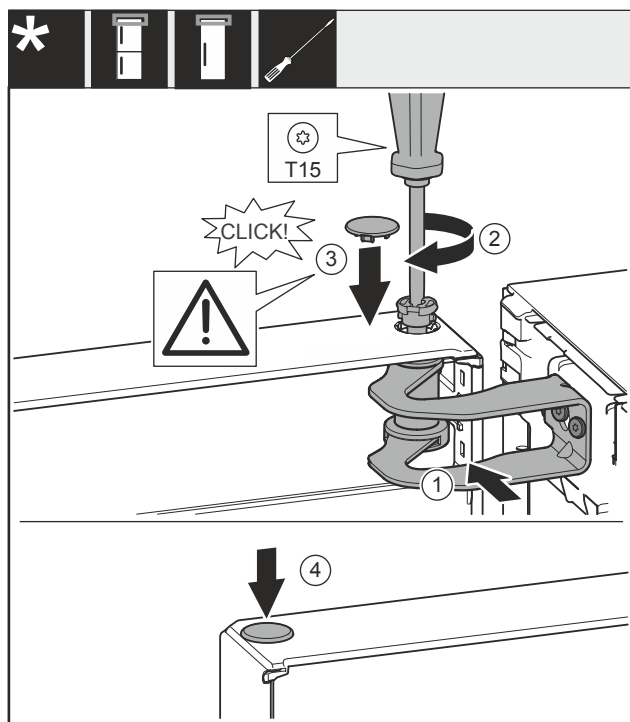

Fig. 59
- Nolīmeņojiet durvis pret atveri gultņa balstā Fig. 59 (1).
- Ievietojiet tapu Fig. 59 (2) un pieskrūvējiet ar skrūvgriezi.
- Ievietojiet pārsegu Fig. 59 (3).
- Pārbaudiet, lai pārsegs Fig. 59 (3) piekļautos pie durvīm.
- Ievietojiet pārsegu Fig. 59 (4).